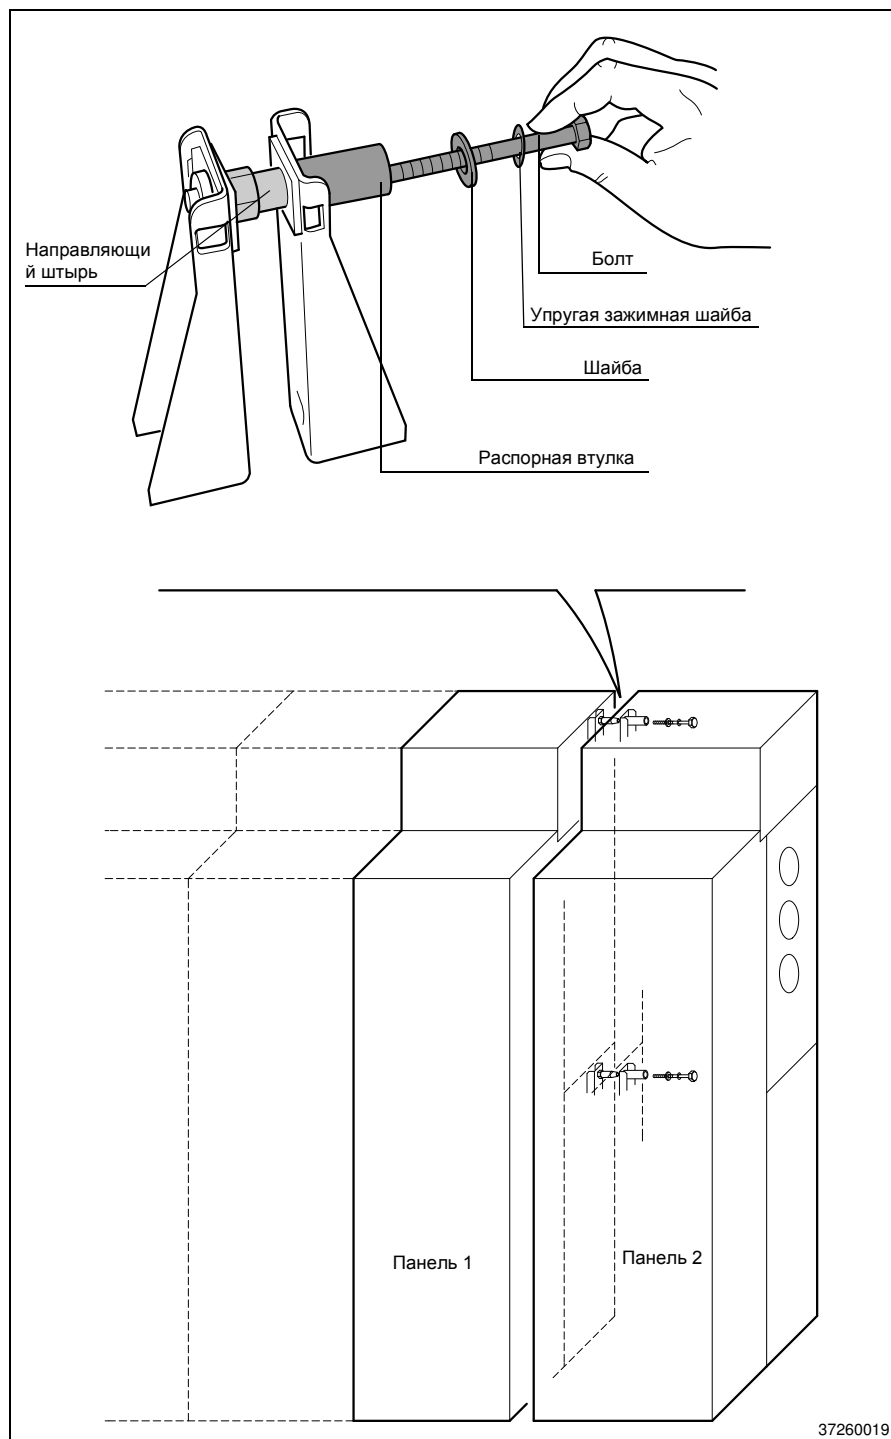

Рис. 32
15. Свинчивание панелей (Рис. 32)